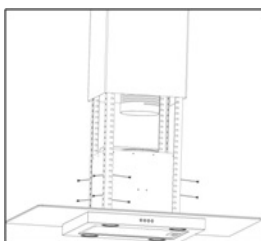
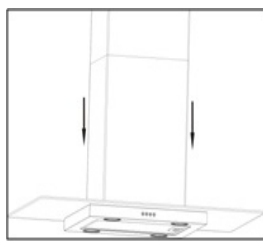

Fig.12
Fig.13
- Suspender o corpo da coifa, até que os furos das cantoneiras e a do corpo da coifa se encontrem. Fixar as cantoneiras no corpo da coifa utilizando os parafusos (acompanham o produto). Será necessário o trabalho de duas ou mais pessoas para a execução das etapas (Fig.12); Após a fixação da coifa, retirar a presilha que mantém a chaminé inferior unida a superior e baixar a mesma até que encaixe na base do corpo da coifa (Fig.13).